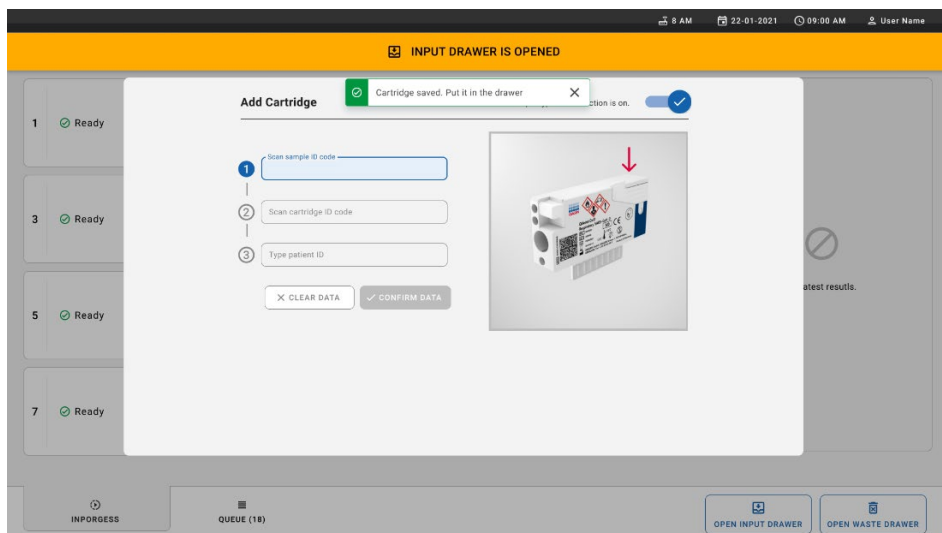

Figure 28. Écran d'ajout d'une cartouche.
- Placez la cartouche dans le tiroir d'entrée. Assurez-vous que la cartouche est correctement insérée dans le plateau (Figure 28).